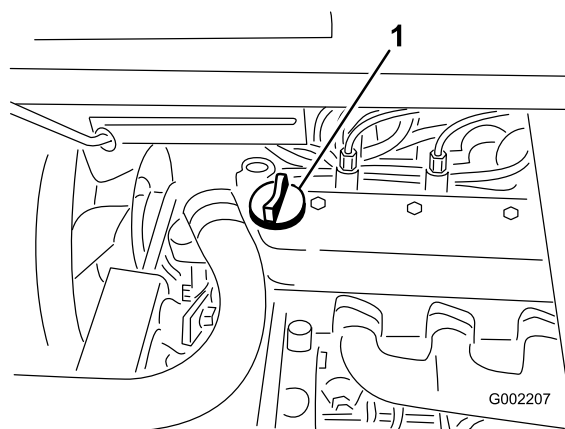

図 38
3. 油量が少なければ、バルブ・カバーの上についている補給口（図 38）を開け、ディップスティックの Full マークまでオイルを補給する；オイルの種類や粘度の選択については「エンジン・オイルについて」を参照。補給するときは、ディップスティックで確認しながら少量ずつ入れる。入れすぎないように注意してください。